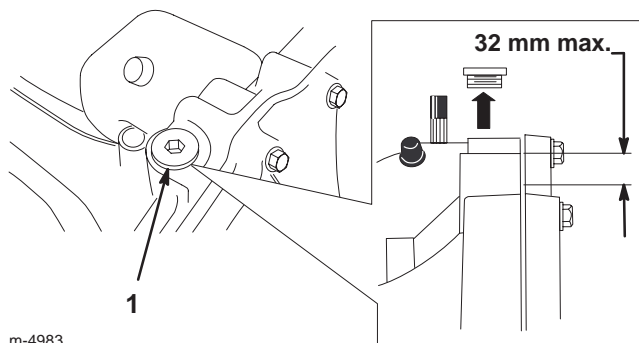

Figure 27
6. Nettoyez la surface autour du bouchon de remplissage (Fig. 27) pour éviter que des impuretés ne tombent dans le réservoir quand vous faites l'appoint de liquide.
Note: Le liquide doit arriver à environ 32 mm en dessous du sommet de l'orifice de remplissage (Fig. 27). Ajoutez de l'huile au besoin.